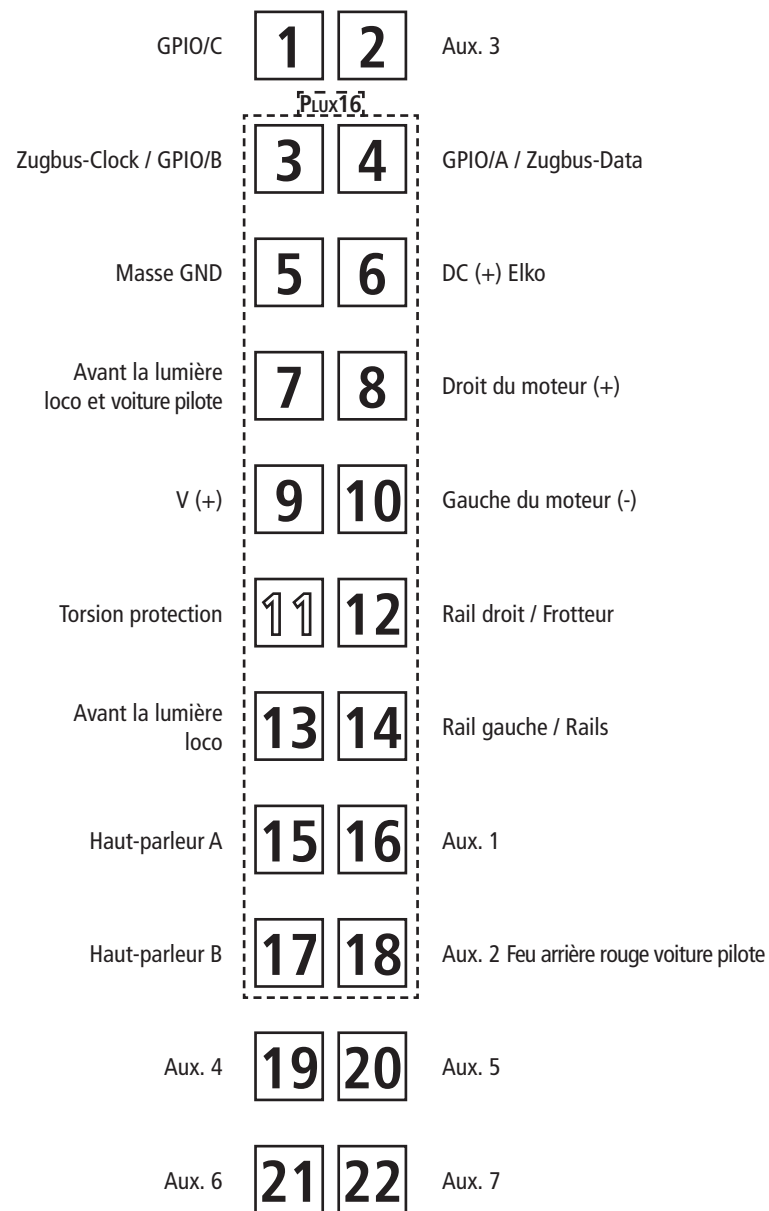
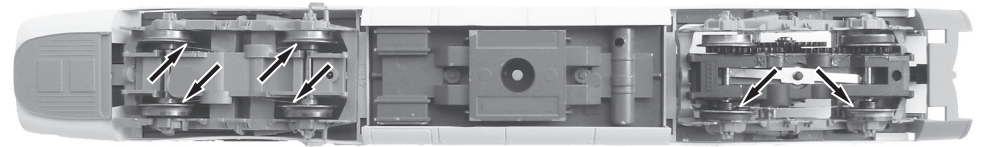
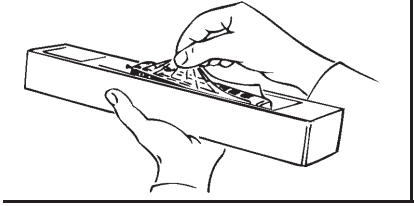

Fig. 4
Fig. 5
Fig. 2
**2. Schmierung:** Versehen Sie die im Schmierplan in Fig. 4 gekennzeichneten Stellen mit nur **kleinen Öltröpfen**. Dazu zuerst das Lokgehäuse abnehmen (Fig. 2). Wir empfehlen den **ROCO Öler Art.-Nr. 10906**. Fürs Schmieren der Getriebeteile (Zahnräder, Schnecke) empfehlen wir das **ROCO-Spezialfett Art.-Nr. 10905**. Im Falle der Schmierung diese Teile **nicht ölen**.
**Mehrzugbetrieb:** Zuerst Lokgehäuse abnehmen (Fig. 2). Danach den Brückenstecker aus der Schnittstelle entfernen (diesen sorgsam aufbewahren). Danach den Stecker des Steuerbausteins lagerichtig einsetzen (siehe Fig. 5).
**4. Motorwechsel:** Lokgehäuse abnehmen (Fig. 2). Der Motor ist im hinteren Drehgestell des Triebkopfes eingebaut. Drehgestell am Mittelsteg zusammendrücken und aus Führung nach unten herausziehen (Fig. 3).
**2. Lubrication:** Apply **tiny oil drops** to spots marked in fig. 4. Prior to lubrication dismantle locomotive (fig. 2). We recommend using item no. **10906, Roco oiler**. For lubrication the gearparts (e.g. cogwheels, worm) we would recommend our Roco **special grease** (item no. **10905**).
Remove the jumper from the interface. Finally put the plug of the chip into the interface as shown in fig. 5.
**4. Motor Changing:** First remove loco body (fig. 2). The motor is mounted on the rear bogie of the driving coach. Press the centre of the bogie sides together and gently pull downwards out of the body (fig. 3).
**2. Graissage:** N'appliquez **qu'une toute petite goutte** aux endroits indiqués par le plan de graissage (fig. 4) après avoir démonté la caisse de la locomotive (fig. 2). Nous vous recommandons **le graisseur à huile Roco réf. 10906**. Pour graisser les engrenages (roues dentées, vis sans fin) nous vous conseillons la **graisse spéciale Roco réf. 10905** pour engrenages en matières synthétiques. Lorsque vous utilisez cette graisse il faut éviter d'huiler ces composants.
Enlevez la fiche de shuntage de l'interface (à conserver!) et enfichez finalement la fiche du module de télécommande aux prises de l'interface. Veuillez à la position correcte de la fiche (voir fig. 5).
**4. Remplacement du moteur:** Démontez la caisse (voir fig. 2). Le moteur est placé sur le bogie arrière de la motrice. Presser légèrement le châssis du bogie et retirer l'ensemble par le bas (fig. 3).